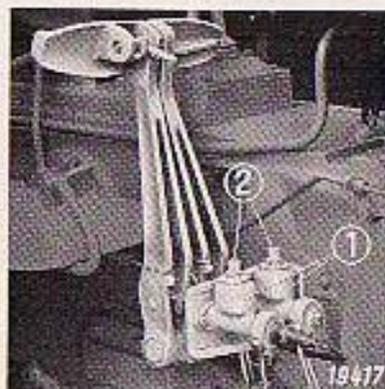

Bild 77
Die Bremsanlage muß entlüftet werden, wenn sich die Bremsfußhebel weich und weit durchtreten lassen und die Bremswirkung zu gering ist. Zuerst werden die beiden Bremsflüssigkeitsbehälter ① Bild 77 nach Abnahme der Verschlusskappen bis zum unteren Rand der Öffnung mit Bremsflüssigkeit Ate – blau aufgefüllt. Danach überprüft man die richtige Einstellung der Bremsen, wie auf Seite 65 beschrieben.